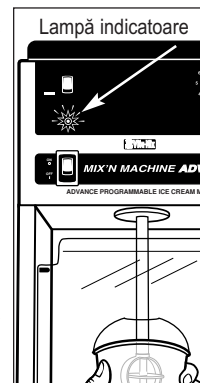

Figura 5
• **Pentru modelul Mix'n Machine Advance Programmable:** Aparatul se va opri automat la finalul ciclului programat. Atunci când mai sunt 4 secunde până la final, lampa indicatoare de culoare roșie va lumina intermitent pentru începerea îndepărtării recipientului de paleta de amestecare. Lampa care luminează intermitent se va aprinde mai des pentru a indica faptul că programul este aproape de final și aparatul se va opri. Acest lucru are rol de indicator pentru ca excesul de produs să poată fi eliminat de pe paleta de amestecare. Consultați Figura 5.
• **Pentru modelul Mix'n Machine Advance Timer:** Aparatul se va opri automat la finalul perioadei prestabilite. Atunci când mai sunt 4 secunde până la final, lampa indicatoare de culoare roșie va lumina intermitent pentru începerea îndepărtării recipientului de paleta de amestecare. Lampa care luminează intermitent se va aprinde mai des pentru a indica faptul că programul este aproape de final și aparatul se va opri. Acest lucru are rol de indicator pentru ca excesul de produs să poată fi eliminat de pe paleta de amestecare. Consultați Figura 5.